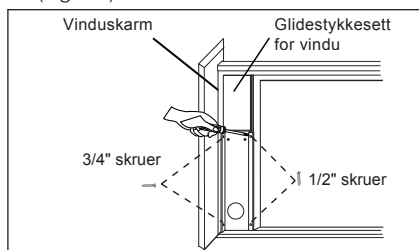

Fig. 20
3. Lukk glidekarmen forsvarlig inntil glidestykket. (Fig. 20)
4. Skru inn to 1/2" skruer for å sikre glidestykket til vindusrammen. (Fig. 20)
5. Skru inn to 3/4" skruer for å sikre glidestykket til vinduskarmen. (Fig. 20)